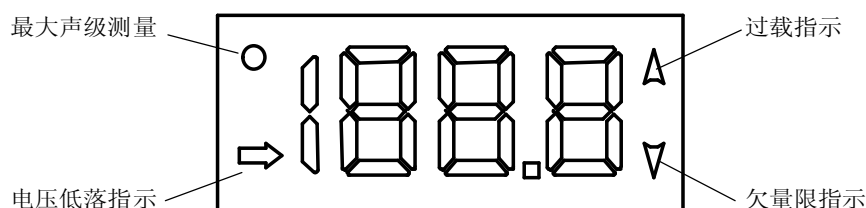

图 7 显示器的字符
- 显示器：3 ½ 位液晶显示器，分辨力为 0.1dB，显示时间计权声压级或其最大值。同时可显示电压低落标志和过载标志、欠量限标志和最大值测量状态标志，见图 7。
在安装电池或连接外接电源之后，将 HY114 的电源/频率计权选择开关置于“A”或“C”，声级计即进入开机程序，首先显示所有的笔段和标志，如图 7 所示，用户可检查显示器是否有缺少笔段等异常现象。约 5 s 后，声级计自动进入测量状态，显示被测噪声的 A 声级或 C 声级。